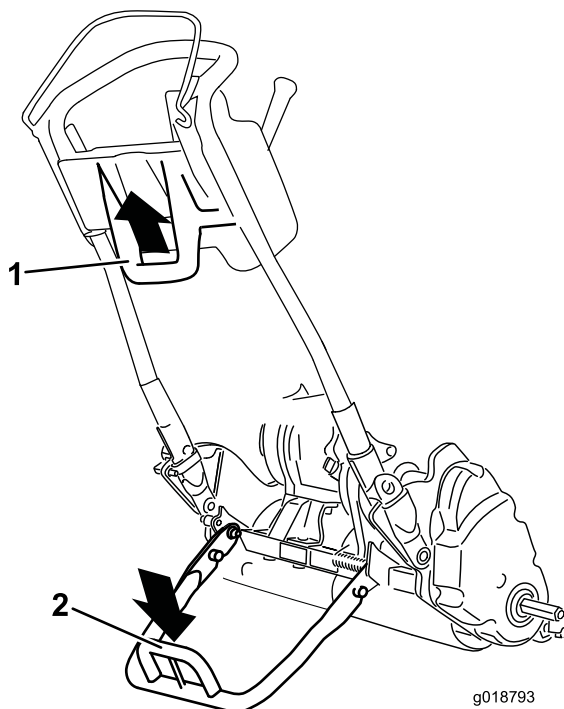

図 22
- 移動走行タイヤの着脱のためにキックスタンドを操作するには、スタンドを床面まで下げ、ループを足で踏みつけた状態のままで、機体下部についているハンドルを持ってマシンを後方に引いてください図 22。